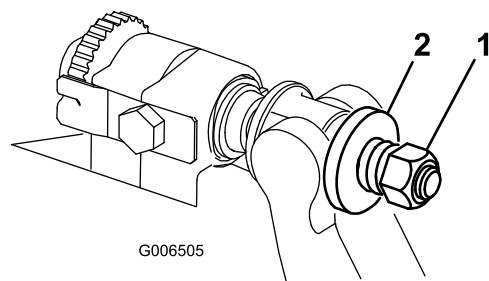

Figura 39
4. Serrate il dado di tensione della molla finché la molla non si schiaccia, quindi allentate di 1/2 giro (Figura 39).